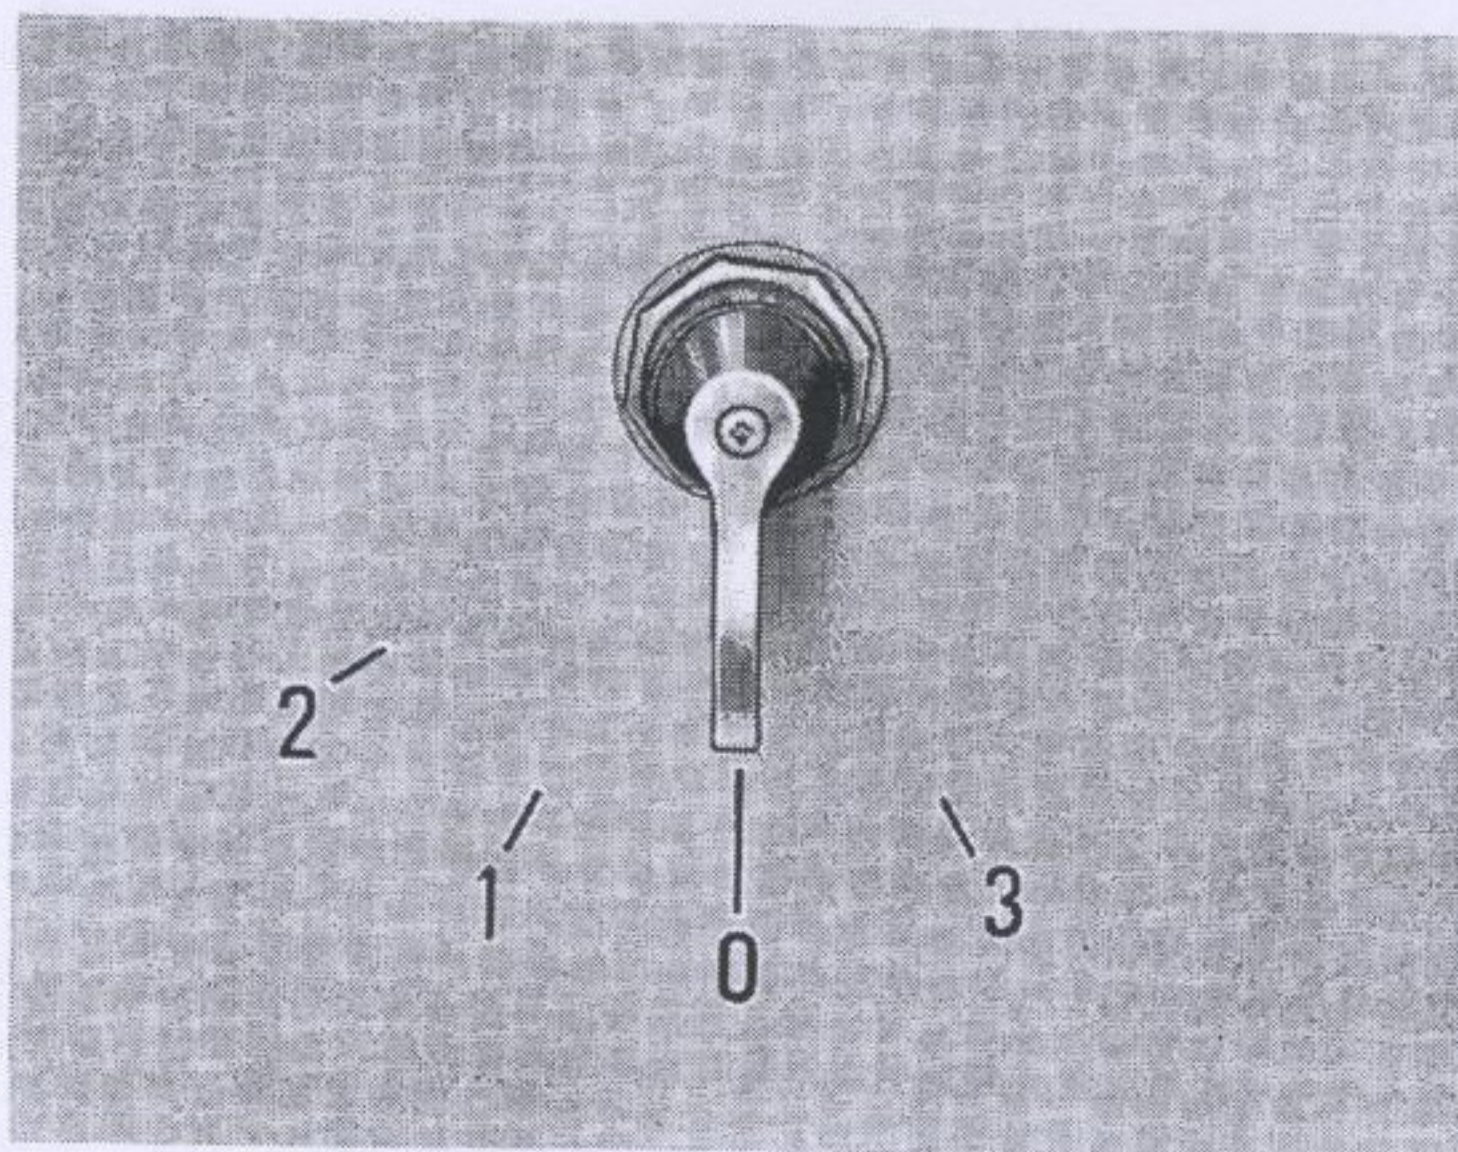

Fig. 6. - Commutateur de démarrage du moteur et commande du thermostarter
6. Pousser à fond la tirette 11 (fig. 4) et en même temps tourner la manette du commutateur de démarrage à la position 3 (fig. 6).
- Maintenir pendant **10 à 15 secondes** le commutateur de démarrage en position **1**, fig. 6.